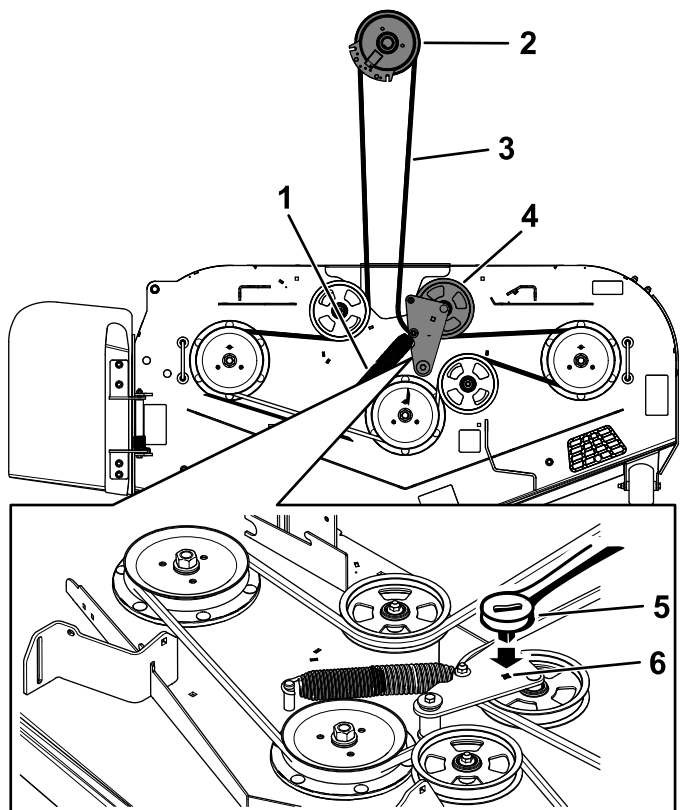

Figura 60
13. Montați dispozitivul de ghidare a curelei pe braul rolei de ghidare (Figura 60).
14. Utilizând cheia cu clichet de $\frac{3}{8}$ " în orificiul pătrat, montați arc rolei de ghidare (Figura 60).
8. Folosiți o cheie cu clichet de $\frac{3}{8}$ " în orificiul pătrat al braului rolei de ghidare pentru a elimina tensiunea arcului rolei de ghidare (Figura 60).
10. Îndepărtați dispozitivul de ghidare a curelei de pe braul rolei de ghidare cu arc (Figura 60).
12. Montați cureaua nouă în jurul fuliilor mainii de tuns iarbă și fuliei ambreiajului de sub motor (Figura 60).